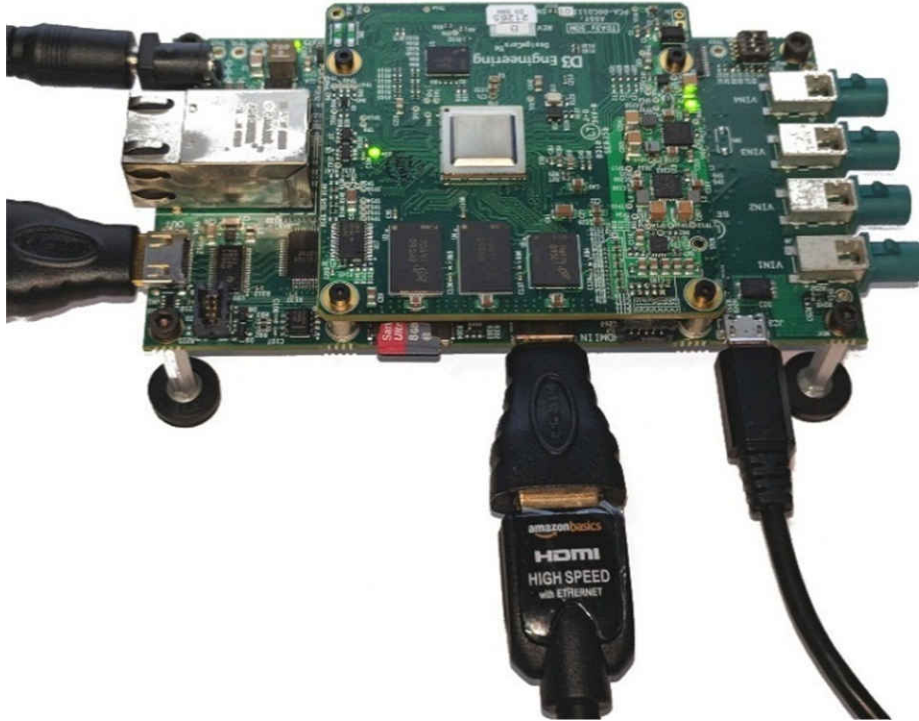

图 3-4. HDMI Mini 连接到 TDA3x 系统 HDMI IN 端口
4. 视频源 (例如计算机) 通过 HDMI 电缆连接到 TDA3x 系统上标有 HDMI IN 的端口, 如图 3-4 所示。